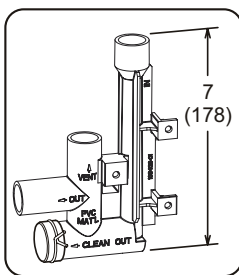

FIGURA 54
Esta unidad está diseñada para salida de la tubería de condensado a la derecha o a la izquierda en aplicaciones de flujo ascendente. En aplicaciones horizontales, la trampa de condensado se debe extender debajo de la unidad. Se requiere un espaciamiento de servicio de 8 pulg. para la trampa de condensado. Consultar la FIGURA 46 y la FIGURA 48 para las ubicaciones de las trampas de condensado. La FIGURA 54 muestra el ensamble de trampa usando PVC de 1/2 pulg. o PVC de 3/4 pulg.
- 3 - Instale la tapa sobre la abertura de limpieza en la base de la trampa. Sujétela con una abrazadera. Ver FIGURA 54.
- 4 - Instale la trampa de drenaje con los accesorios de PVC apropiados y aplique pegamento a todas las uniones. Aplique pegamento a la trampa de drenaje proporcionada como se muestra en la FIGURA 54. Dirija la línea de condensado a un drenaje abierto. La línea de condensado debe mantener una inclinación hacia abajo de 1/4 pulg. desde el calefactor al drenaje.